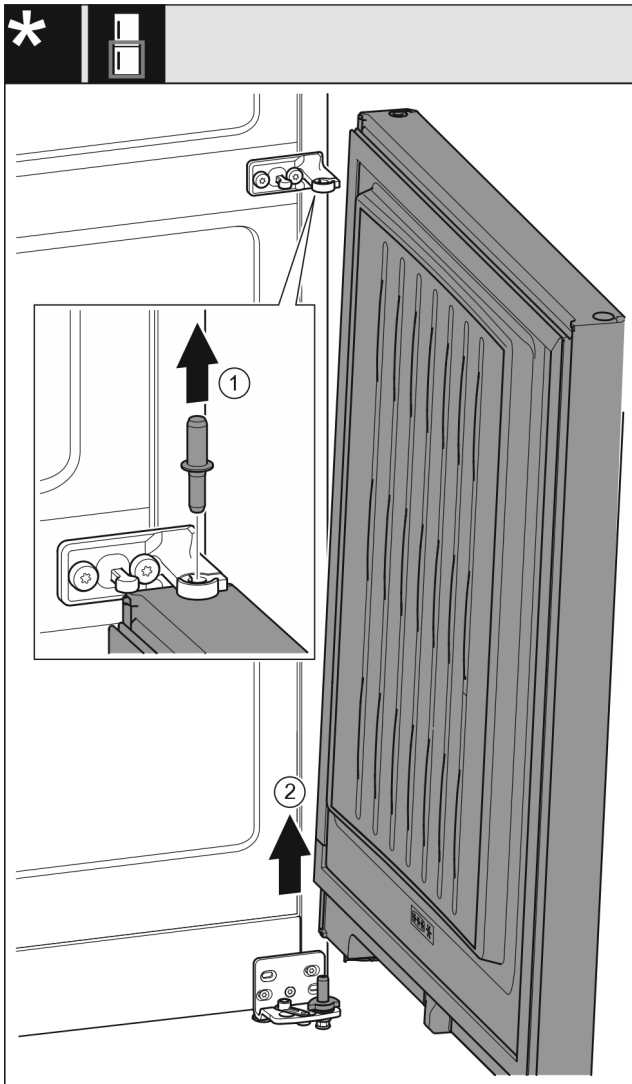

Fig. 31 Záráscsillapító nélkül*
- ▶ Húzza ki felfelé a csapszeget Fig. 31 (1)*
- ▶ Fordítsa ki az ajtót Fig. 31 (2), húzza fel, és tegye félre.*